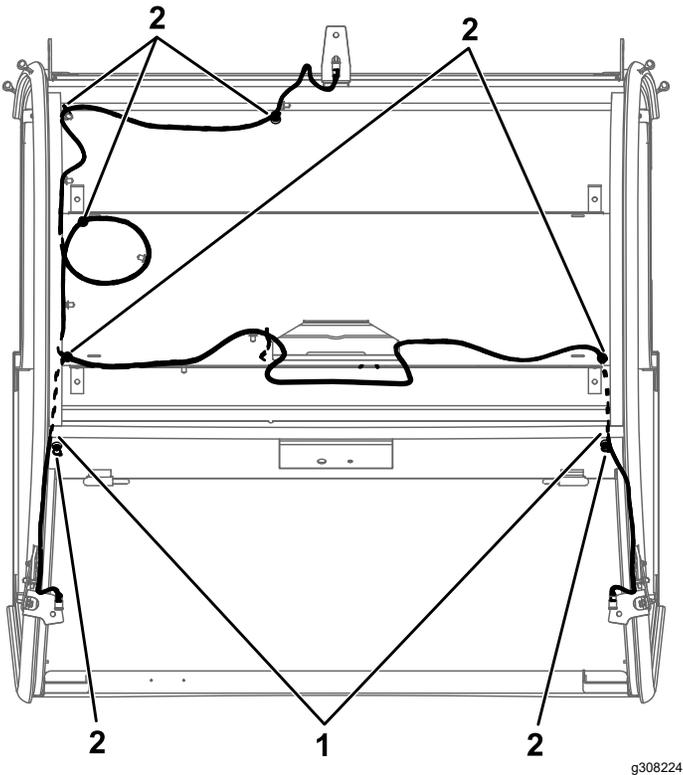

Figure 11
1. Installez le faisceau comme montré à la Figure 11.
Remarque: Fendez la mousse aux emplacements indiqués à la Figure 11 pour faire passer le faisceau de câblage.
2. Attachez le faisceau de câblage à la machine à l'aide des clips serre-câble insérés dans les plaques d'extension et des 7 serre-câbles magnétiques aux emplacements indiqués à la Figure 11.